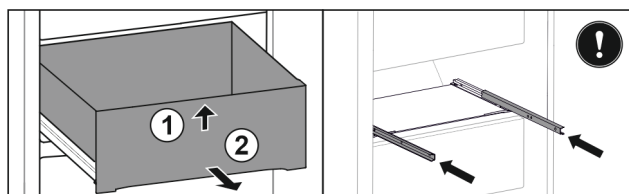

Fig. 134
- ▶ Løft skuffen fremefter. Fig. 134 (1)
- ▶ Tag skuffen ud fremefter. Fig. 134 (2)